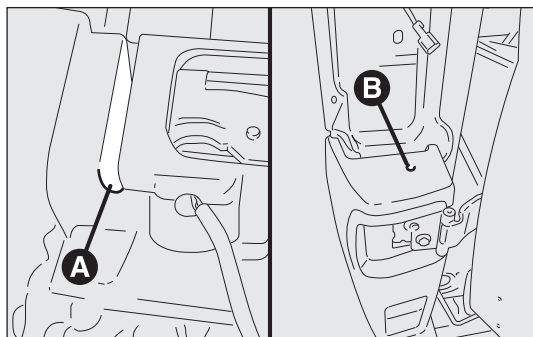

fig. 193
- dévisser la fixation inférieure A entre le pare-chocs central et latéral fig. 193;